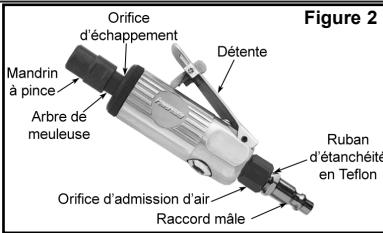

Figure 2
2. Installez un raccord mâle 1/4 po NPT (non inclus) à l'orifice d'admission d'air de l'outil (voir Figure 2). **Remarque : Enveloppez toutes les extrémités filetées à l'aide de ruban d'étanchéité en Teflon®.**